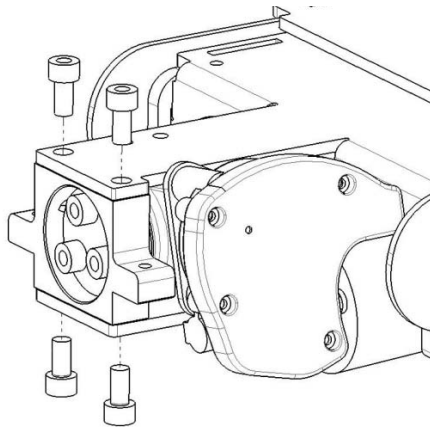

Bild 3. Demontera de fyra skruvar som håller ställdonets bakre ände.
4. Demontera de fyra skruvar som håller ställdonets bakre ände. Se bild 3.